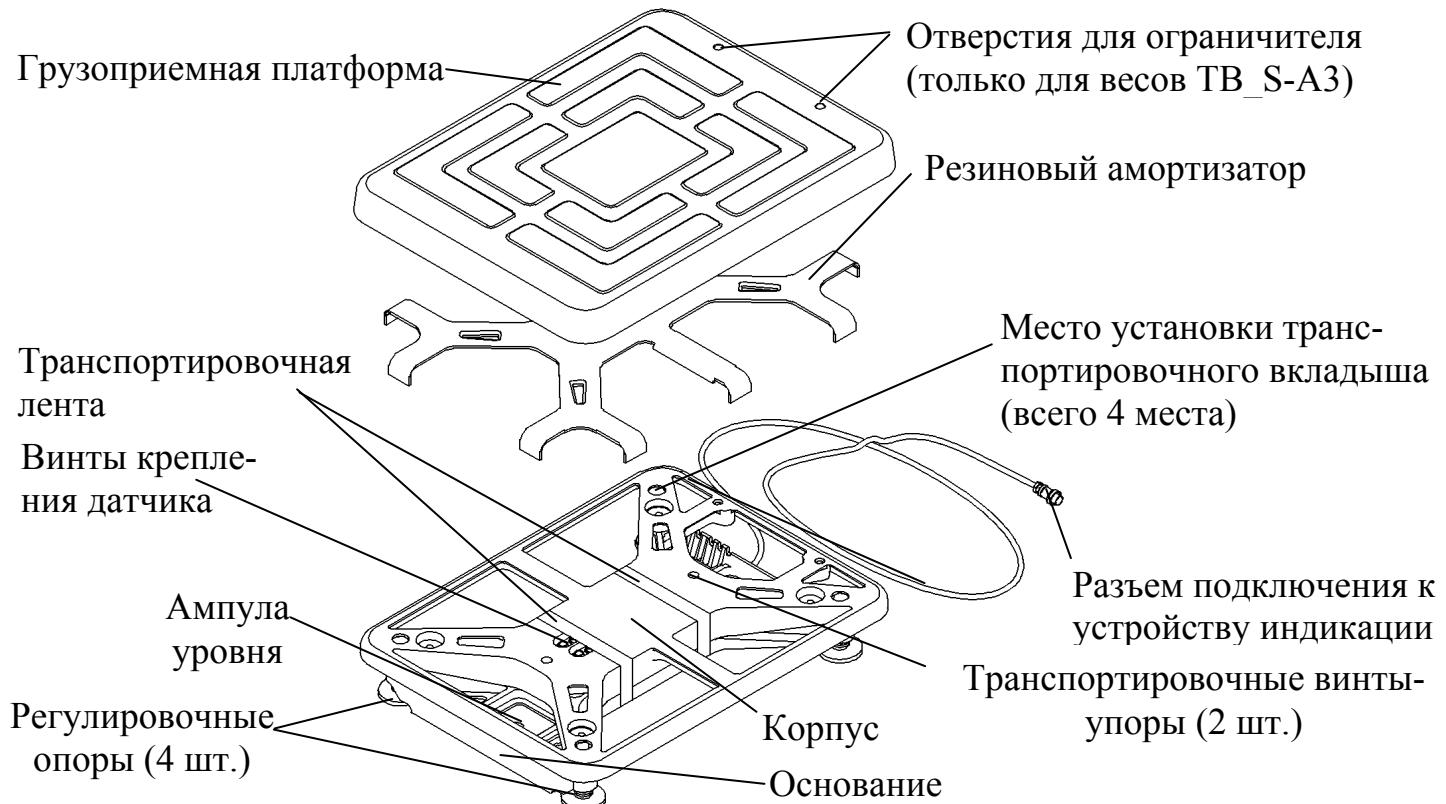

Рисунок 5.2 - Весовая платформа TB-S_A
6.1.4 В весовой платформе TB-S_A (рисунок 5.2) срезать и удалить транспортировочную ленту и вывернуть два транспортировочных винта-упора, вращая их только против часовой стрелки.